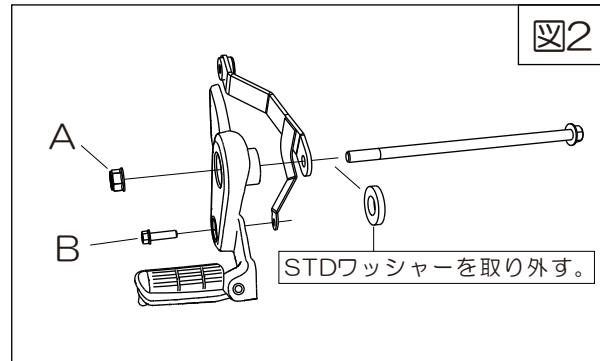

図2
- R 側ステップホルダーを取り外し [サブステー] を取り付けてください。 (図 2 参照)